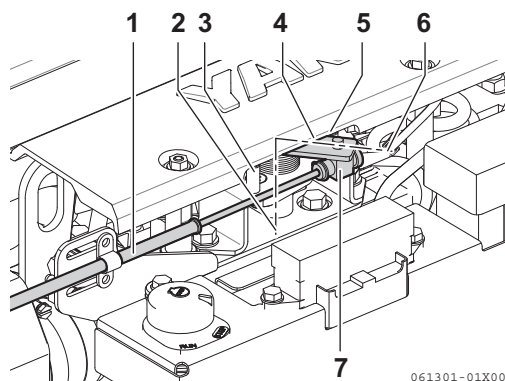

Abbildung 7
1. Lockern Sie zur Einstellung die Einstellschraube (**Abbildung 7, (7)**) für das Fernsteuerungskabel und nehmen Sie die Einstellung vor.
2. Passen Sie zunächst die Anschlagposition der niedrigen Drehzahl (**Abbildung 7, (6)**) und anschließend die Anschlagposition der hohen Drehzahl (**Abbildung 7, (2)**) mit der Einstellschraube am Fernbedienungshebel (**Abbildung 7, (4)**) an.